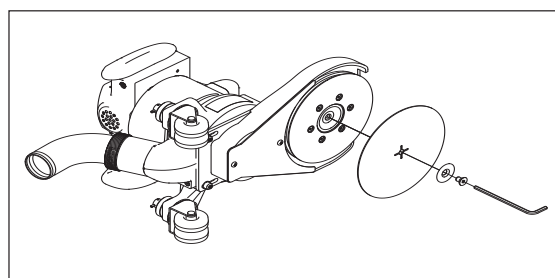

Imagen 3
2. La máquina acepta o bien el velcro, o bien un disco con abrasivo de agujero central. La herramienta está equipada con un tornillo de retención y una arandela para su uso con el abrasivo de agujero central. Cuando instale el disco abrasivo, procure centrar el disco en el conductor. (Imagen 3)